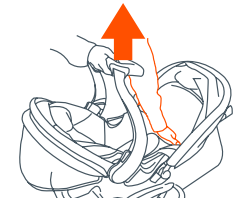

Fig. 18
18)• Para retirar la Sillita para el Automóvil, apriete la manija de liberación ubicada en el extremo inferior del asiento y levante cuidadosamente la silla (Fig. 18).